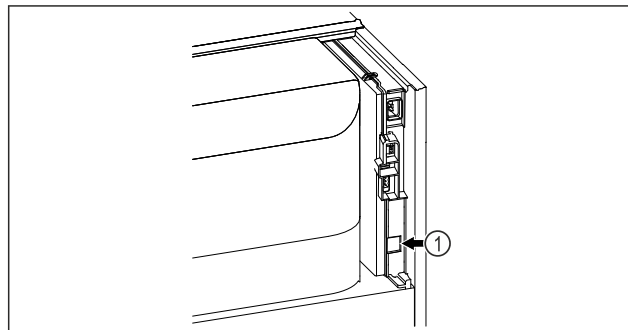

Fig. 47
- A SmartModule Fig. 47 (1) be van helyezve.